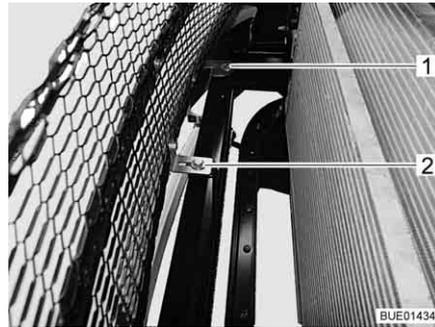

Fig. 259 Fijación de la parte delantera de plástico
- En el marco delantero, soltar y desmontar los 2 tornillos (Fig. 259,1 y 2) junto con las arandelas.
- En la parte delantera, junto a la abertura del compartimento del motor, soltar y desmontar los 2 tornillos (Fig. 259,4) junto con las arandelas.